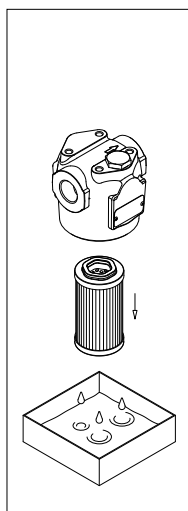

fig. 3
- (Fig. 3) Estrarre l'elemento filtrante. Pulire la sede della testata, il codolo e il contenitore. Verificare la loro integrità